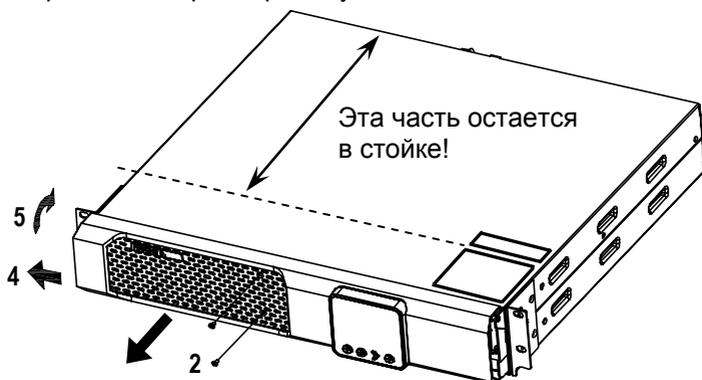

Рис. 22. Снятие лицевой крышки ИБП
2. Далее открутите два центральных винта лицевой панели (2) с помощью соответствующей крестовой отвертки (рекомендуется использовать отвертку Phillips PH1).
3. Затем возьмитесь за заднюю часть лицевой панели справа и слева и выдвиньте ИБП прилб. на 70 мм из стойки (3), чтобы стал виден серебристый стикер с мерами предосторожности, находящийся на верхней части ИБП (см. также рис. 22 ниже).
4. Теперь сдвиньте лицевую панель на несколько миллиметров влево (4). Фиксатор освободится.
5. После этого можно будет повернуть лицевую панель вверх (5). Соблюдайте осторожность, чтобы не разрезать гибкий плоский кабель ЖК-дисплея! Не прилагайте чрезмерного усилия.